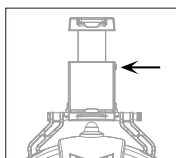
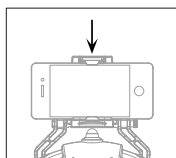

图1
图2
1. 按压旁边的自锁开关,让手机架打开到最大距离,图1;
2. 把手机放到合适的位置,压回手机架。尽量压紧,防止手机滑落(注意不要压住手机按键)图2;
进入无头模式时飞行器的前方必须同操控者前方一致(如图1);进入无头模式后, 切勿改变遥控器的方向, 且飞行器必须在操控者前方(如图1), 否则操控方向会错误(如图2)。